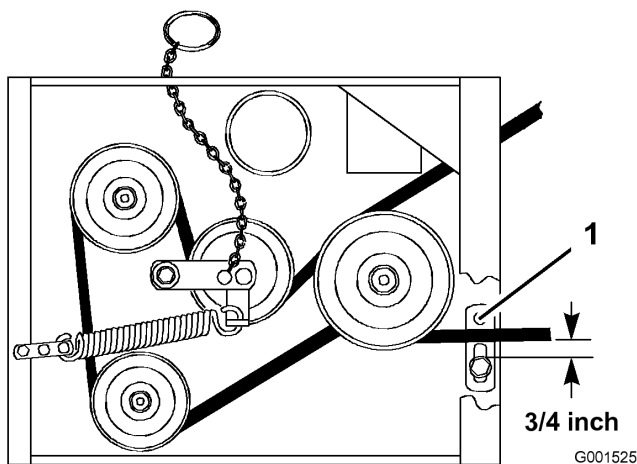

Figure 41
8. Vérifiez que le guide-courroie sous le bâti du moteur est réglé correctement (Figure 41).
Remarque: Le guide-courroie et la courroie du plateau de coupe doivent être espacés de 19 mm (3/4") quand la courroie est engagée (Figure 41). Réglez la courroie du plateau de coupe au besoin. La courroie désengagée ne doit pas traîner ni tomber de la poulie quand les guides et la tension de la courroie sont réglés correctement.